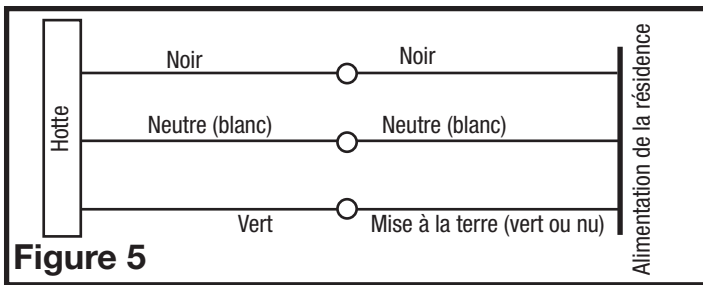

Figure 5
3. Reliez le fil blanc de la hotte au fil blanc de l'alimentation, et le fil noir de la hotte au fil noir de l'alimentation. Reliez le fil de terre de la maison (vert ou nu) et le fil vert de la hotte. Utilisez les méthodes approuvées pour tous les raccordements. Réinstallez le compartiment du fil en glissant les languettes de nouveau dans les trous puis réinstallez alors la vis qui a été enlevée plus tôt. Assurez-vous que tout le câblage est contenu en sûreté dans le compartiment de fil (**Figure 5**).